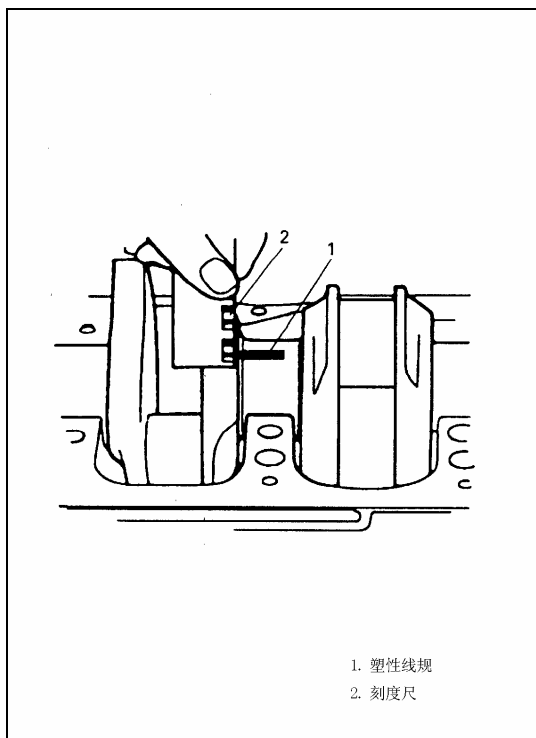

Рис. 4-124.
(5). Как показано на Рис. 4-124, снять картер коленчатого вала, измерить ширину пластмассового шаблона в самом широком месте, если величина зазора выходит за пределы диапазона допустимых значений, заменить вкладыш коренного подшипника коленчатого вала. Верхняя и нижняя половина вкладыша должны заменяться одновременно.